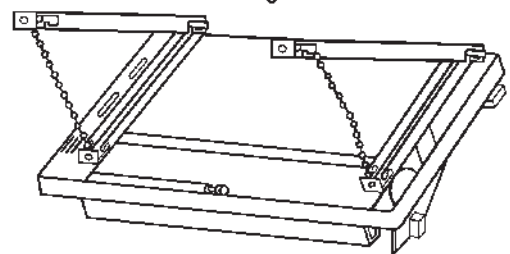

Fig.8
e) Accrocher (fig. 8) l'appareil aux deux supports du plafond. Maintenir l'appareil écarté du plafond à l'aide des chainettes.
i) Une fois les raccordements effectués, enlever les chainettes et fixer les supports (fig. 8) avec les vis spéciales fournies dans le kit. Ces vis coulisent dans des trous oblongs qui permettent de parfaire le réglage d'inclinaison de l'appareil.
e) Hang (fig. 8) the unit on the two ceiling brackets. Keep the unit apart from the ceiling by using the safety chains.
i) Once the connections are made, withdraw the safety chains and fix the supports (fig. 8) with the special screws provided in the kit. These screws slide in oblong holes and permit to perfect the tilting adjustment of the unit.